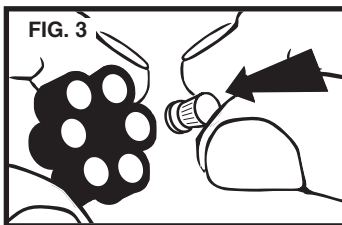

FIG. 3
2. Retirez le chargeur rotatif et introduisez à l'intérieur six projectiles (Modèle 622X : plombs de cal. 0,22 uniquement. Modèle 617X : plombs de cal. 0,177 et/ou de cal. BB) (Figure 3).